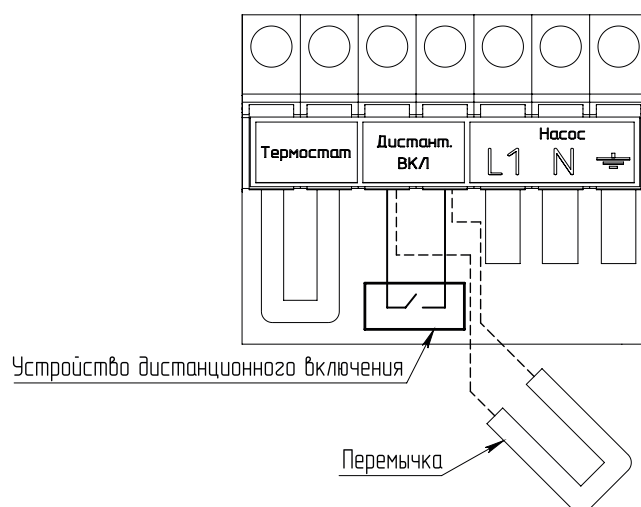

Рис.9 Схема подключения устройства дистанционного включения котла
- Подключите устройство к котлу в соответствии со схемой на **Рис.9**.